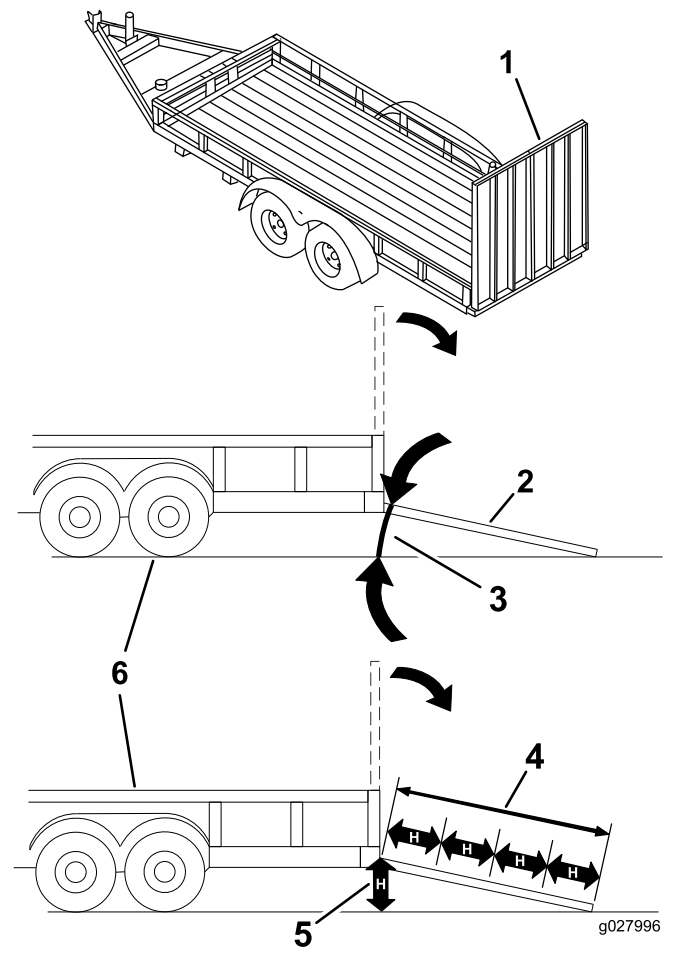

Bild 43
Beim Verladen einer Maschine auf einen Anhänger oder Pritschenwagen erhöht sich die Gefahr, dass die Maschine umkippt und schwere oder tödliche Verletzungen verursacht (Bild 43).
3. Senken Sie die Rampe ab und stellen Sie sicher, dass der Winkel zwischen der Rampe und dem Boden höchstens 15 Grad beträgt (Bild 43).
1. Senken Sie die Rampe ab und stellen Sie sicher, dass der Winkel zwischen der Rampe und dem Boden höchstens 15 Grad beträgt (Bild 43).